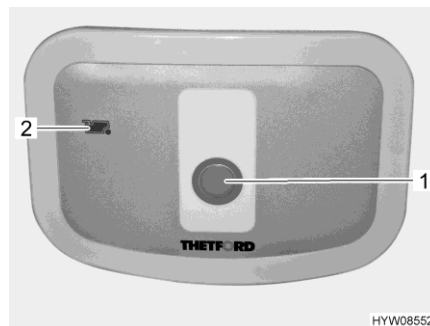

Fig. 109 Bouton pour la chasse d'eau/ voyant de contrôle (toilettes Thetford)
- Pour actionner la chasse d'eau, appuyer sur le bouton bleu (Fig. 109,1).
Le voyant de contrôle (Fig. 109,2) s'allume lorsque le réservoir pour matières fécales doit être vidé.